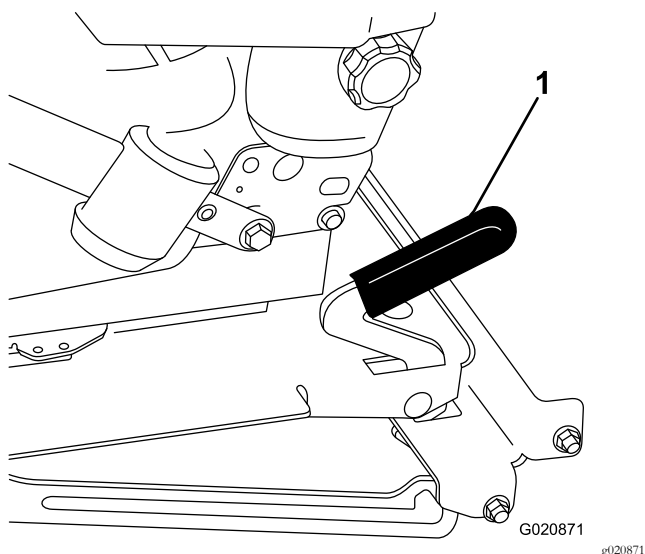

Figure 33
2. Tirez le levier de blocage en avant et soulevez-le pour débloquent le siège (Figure 33).